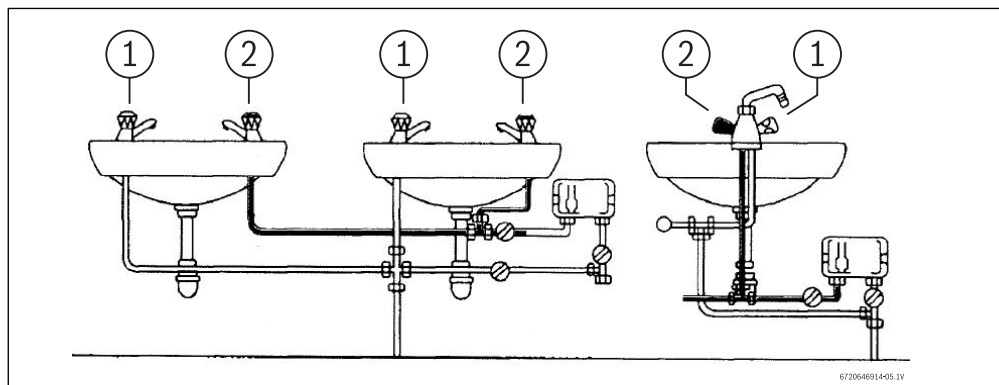

Fig. 4 Ejemplos de instalaciones (Muestra vista frontal)
- Coloque la unidad como se muestra (Fig. 4 ). Recuerde que debe mantener la longitud de tubería de agua caliente a un mínimo con el fin de ahorrar energía.
- La unidad debe montarse como se muestra en la Fig. 4 con conexiones de plomería en la parte inferior. En ningún caso la unidad debe ser montada de manera diferente.